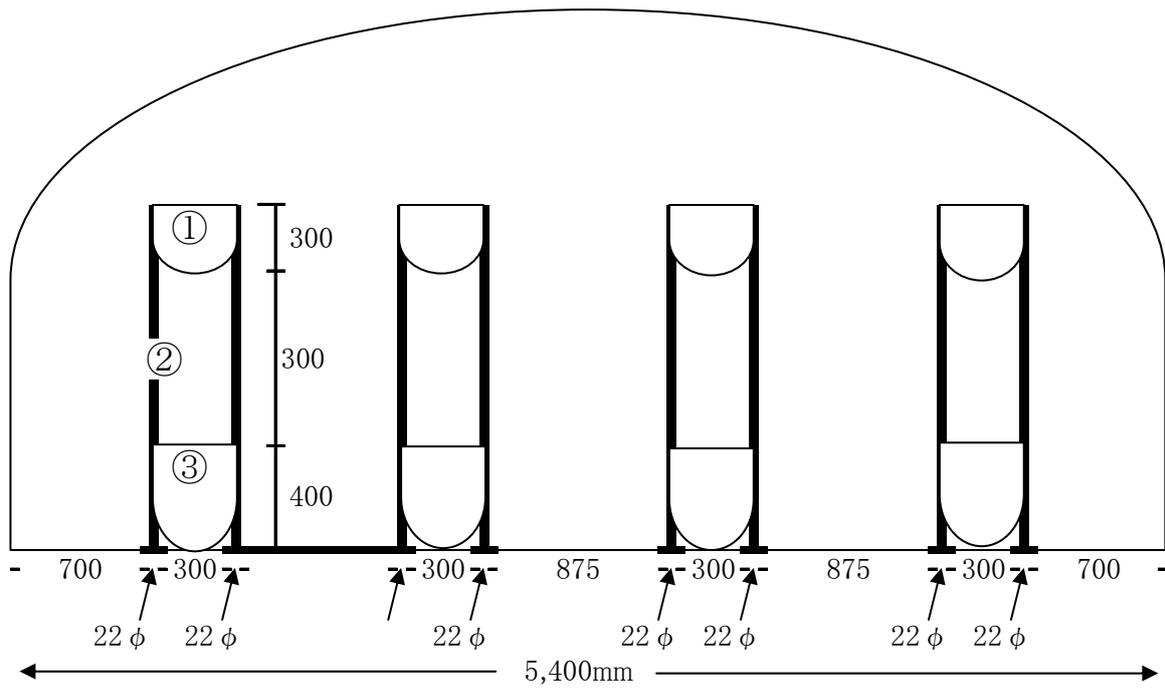

図1 高設栽培装置の正面図
1) 装置架台は、直管パイプで構成する。装置寸法はベツト高さ約 100cm、ベツト幅 30cm、ベツト深 30cm 水槽深 40cm、通路 87cm、脚間隔 150cm 程度とする。(図 1、写真 1)。